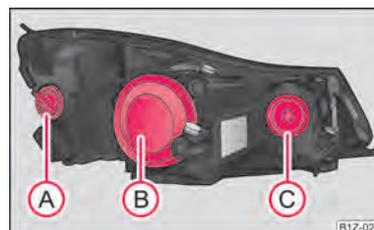

Fig. 180 Faróis à frente: Posição de montagem das lâmpadas
Posições das lâmpadas incandescentes nos faróis à frente → Fig. 180.
- Tire a tampa de protecção **(B)** ⇒ Fig. 180.
- Retire a tampa de protecção C ⇒ Fig. 180.